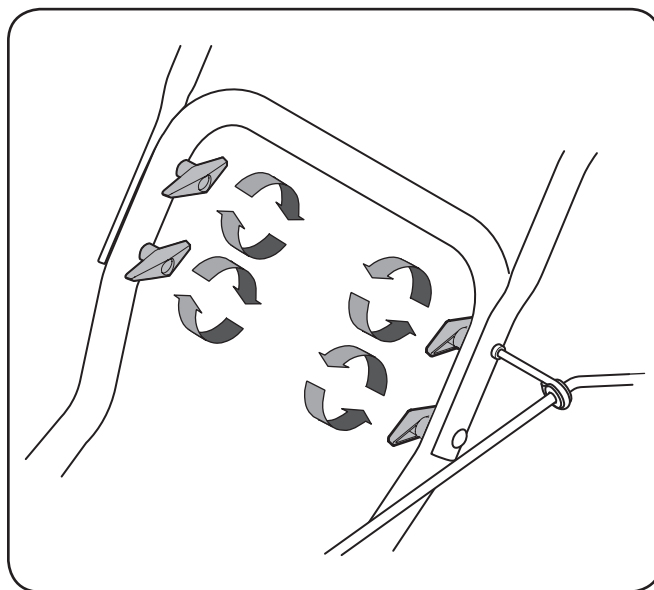

Figura 3-2
3. Asegure la manija superior y la manija inferior con las dos perillas de mariposa, las arandelas Belleville y los pernos del carro que se retiraron antes. Apriete las dos tuercas de mariposa ya instaladas en los orificios superiores para sujetar firmemente la manija superior y los tubos de soporte. Vea la Figura 3-2.